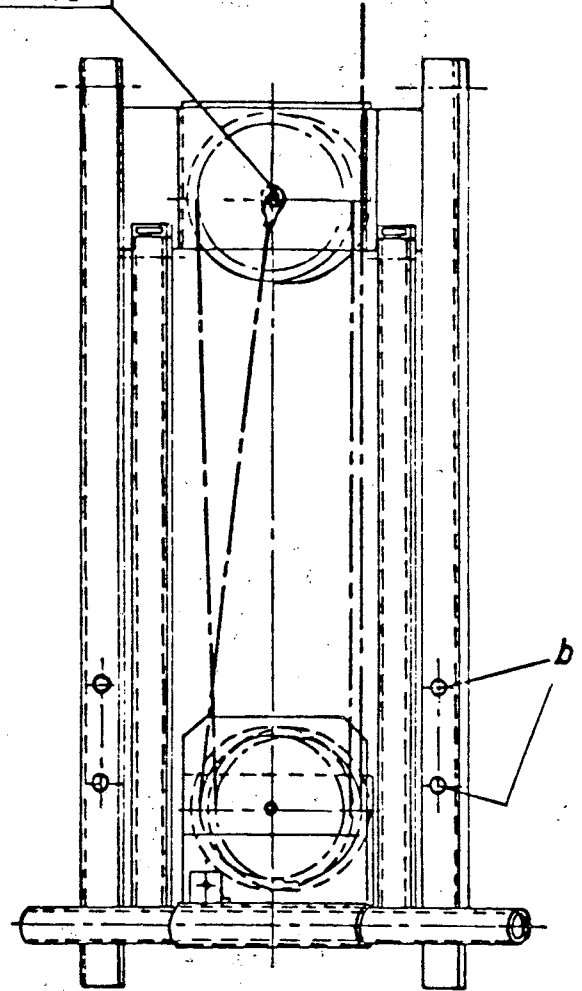

Abb.12 Drahtseilbefestigung
- Drahtseil am Schlitten befestigen. (Sh. Punkt 5.1) Abb. 12
Ein Werkzeug, Maulschlüssel, Hammer oder dgl. zwischen die untere Traverse und Achse des Schlittens schieben, daß sich der Schlitten gegen eine Traverse der Führungsschienen festsetzt. Drahtseil unter die obere Traverse vom Schlitten und über die Rollen des Flaschenzuges führen und befestigen (Abb. 12).
rechts und links (Abb. 12) in die